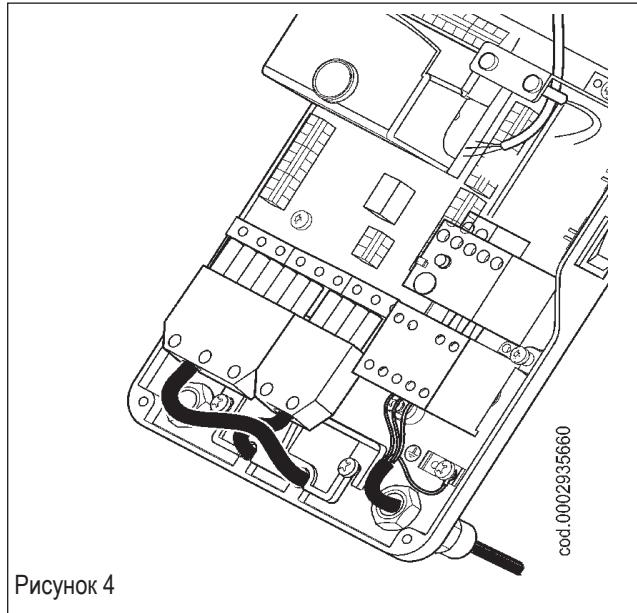

Рисунок 4
- Установите зажимную пластинку, как показано на рисунке 3. Поверните кулачок (6) так, чтобы пластина образом надавила на два провода. После этого затяните крепежные винты пластины. Наконец, соединить 7-штырьковый и 4-штырьковый разъемы (смотрите рисунок 4).